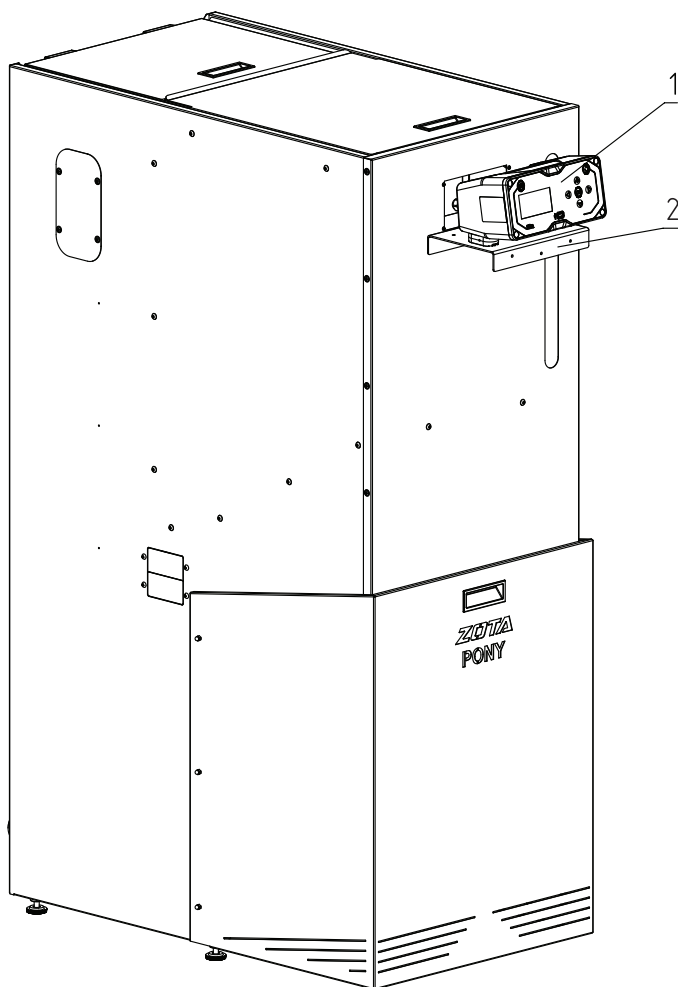

Рис. 5 Рекомендуемое место для установки контроллера C-Line 200PBA
- При установке контроллера C-Line на котел ZOTA «PONY» рекомендуется установить кронштейн (**Рис. 5, поз. 2**) под вырезом в передней обшивке под контроллер Plum EcoMax, как показано на **Рис. 5**;
- Для установки кронштейна (**Рис. 5, поз. 2**) используйте саморезы 3,5x9,5 (**Табл. 1, поз. 6**);